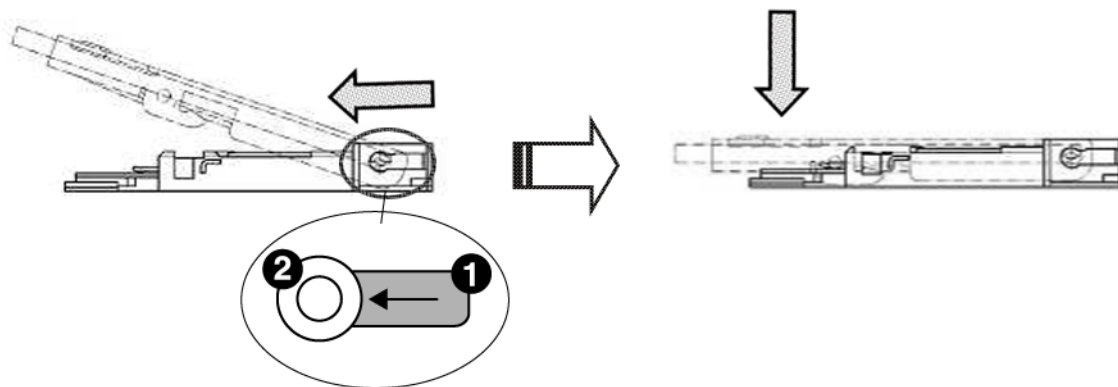

図 5.6 カードの挿入 4
- 4. 「図 5.6. カードの挿入 4」のように、カバーの軸が長穴の最も左側にある状態で、上から指で軽く押さえてください。